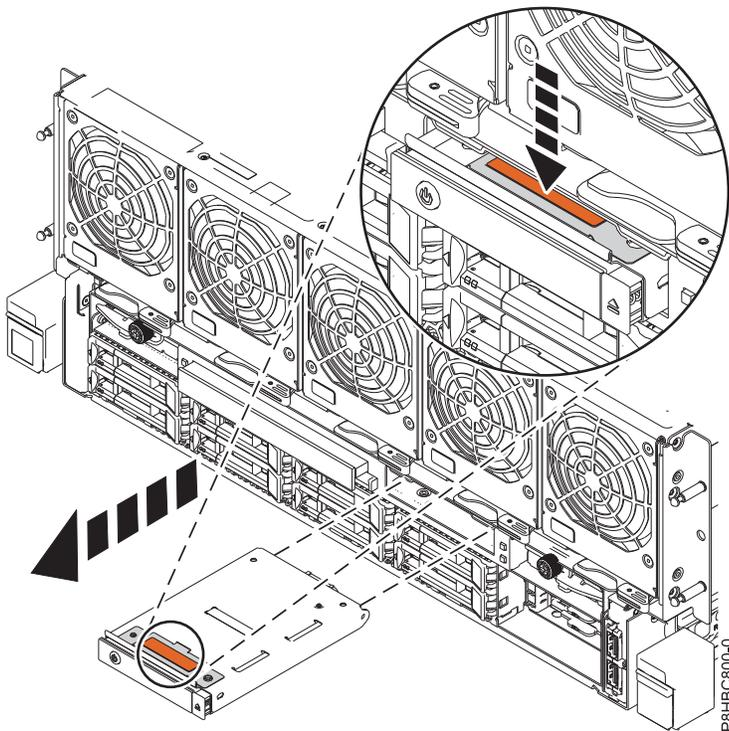

Figura 4. Extracción de un panel de control
2. Presione la pestaña de color terracota y, a continuación, deslice el panel de control para extraerlo de la ranura, tal como muestra la Figura 4.